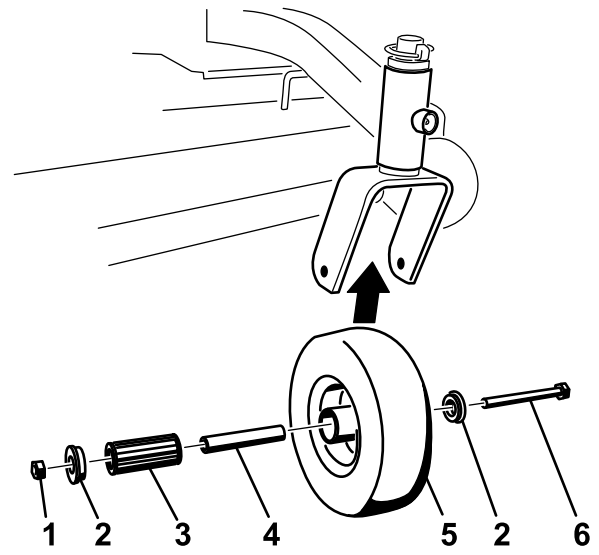

Bild 39
2. Entfernen Sie eine BÜchse und ziehen Sie dann die SteckbÜchse sowie das Rollenlager aus der Radnabe heraus (Bild 39).
3. Entfernen Sie die andere BÜchse aus der Radnabe und entfernen Sie Fett- und Schmutzrückstände von der Nabe (Bild 39).
4. Prüfen Sie das Rollenlager, die BÜchsen, die SpannbÜchse und die Innenseite der Radnabe auf Abnutzung. Tauschen Sie abgenutzte und beschädigte Teile aus (Bild 39).
5. Stecken Sie zum Zusammenbauen eine BÜchse in die Radnabe. Fetten Sie das Rollenlager und die VierkantbÜchse ein und schieben beide in die Radnabe. Stecken Sie die zweite BÜchse in die Radnabe (Bild 39).
6. Bringen Sie das Laufrad in der Laufradgabel an und befestigen Sie es mit der Radschraube und Sicherungsmutter. Ziehen Sie die Sicherungsmutter so weit fest, dass die VierkantbÜchse auf die Innenseite der Laufradgabeln trifft (Bild 39).
1. Entfernen Sie die Sicherungsmutter und die Radschraube, mit denen das Laufrad an der Laufradgabel befestigt ist (Bild 39).